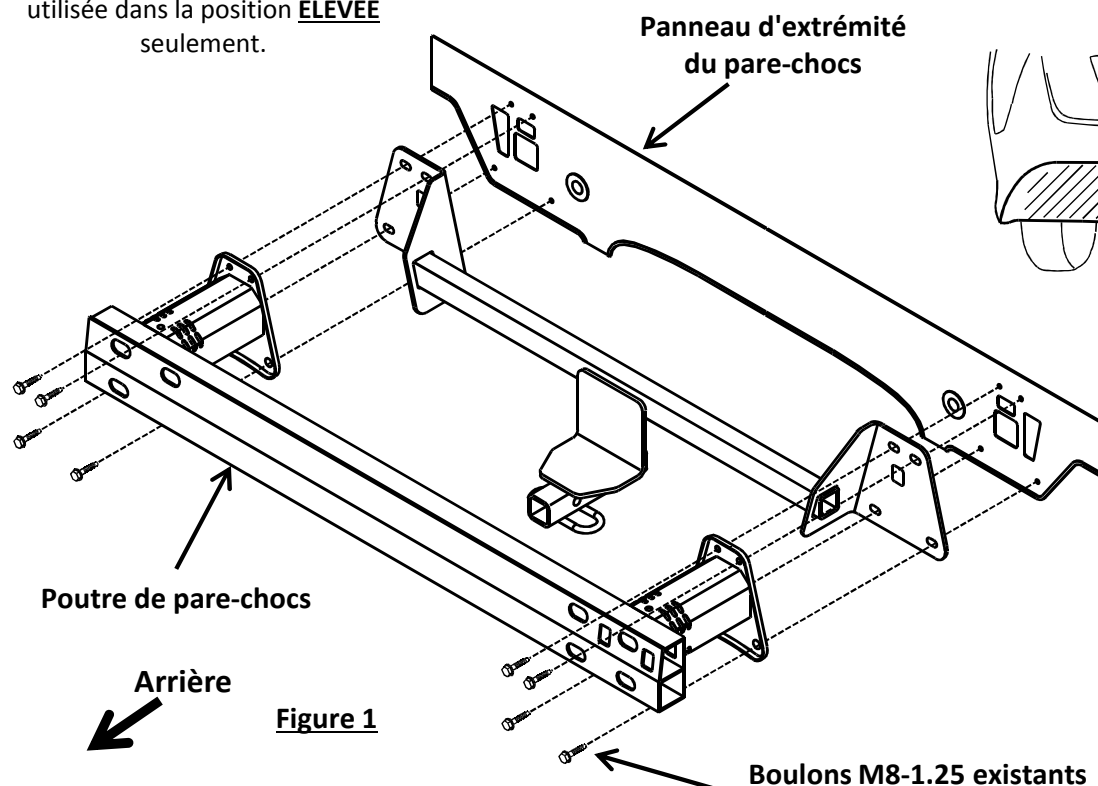

Figure 1
3. **Remove bumper beam** – using a 12mm socket, remove (8) M8 bolts, (4) per side, attaching bumper beam to end panel. See Figure 1.
5. **Hitch installation** – raise hitch and bumper beam into position aligning holes with weldnuts in the end panel. Sandwich the hitch between bumper beam and end panel. See Figure 1.
6. **Reinstall fasteners** - Loosely reinstall the existing (8) M8 bolts into weldnuts in end panel, (4) per side.
8. **Reinstall lower fascia and wiring clips** – reinstall the lower fascia aligning tabs in lower fascia with upper fascia. Reinstall the (5) wiring clips into fascia tabs above the bumper beam. Reinstall the (2) screws at outer edge of fascia.
3. Enlever la poutre de pare-chocs – À l'aide d'une douille 12 mm, retirer huit (8) boulons M8, quatre (4) par côté, qui fixent la poutre de pare-chocs au panneau d'extrémité. Voir Figure 1.
5. Installer l'attelage – Soulever l'attelage et la poutre de pare-chocs en position en alignant les trous sur les écrous soudés dans le panneau d'extrémité. Intercaler l'attelage entre la poutre et le panneau d'extrémité. Voir la Figure 1.
6. Reposer la visserie - Reposer lâchement les huit (8) boulons M8 existants dans les écrous soudés du panneau d'extrémité, quatre (4) par côté.